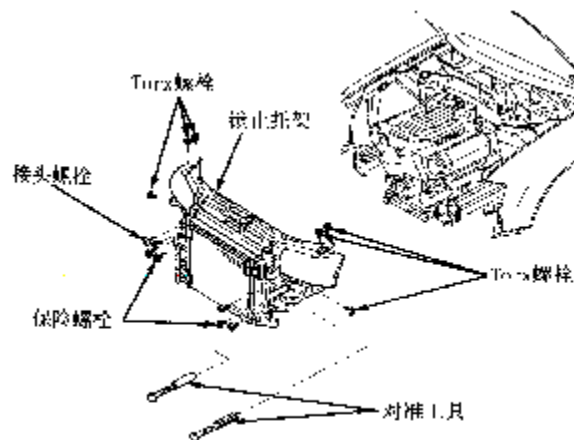

图 6-4 拆下锁止托架（车身前侧）
(1) 释放燃油压力。断开蓄电池负极电缆。拆下整个前保险杠总成。拆下发动机挡泥板。放出冷却液。
(2) 断开散热器左下侧的动力转向冷却螺旋管，使冷却螺旋管悬空。拆下散热器左右侧空气道管，拆下空调冷凝器固定螺栓，断开空调压力开关。人其支架向上拉出空调冷凝器，转到一侧并用金属线固定在靠近右车轮的地方。拆下锁止托架（见图 6-4）。注意：粘液风扇是用左旋螺纹安装的，顺时针转动时松开螺栓。
（2）把对准工具（3369）固定到底盘上。拆下固定车身前部（锁止托架）到汽车的螺栓。将车身前部（锁止托架）向前滑到对准工具上。这样可以维修发动机前面部件（图 6-4）。